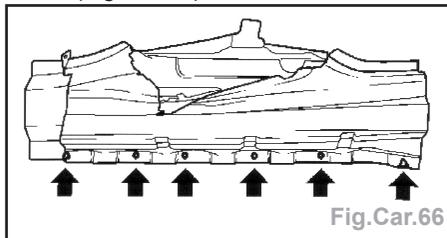

Fig.Car.66
- Enlever par perçage le montant B extérieur inférieur (habillage d'accès) par l'avant (Fig.Car.66).